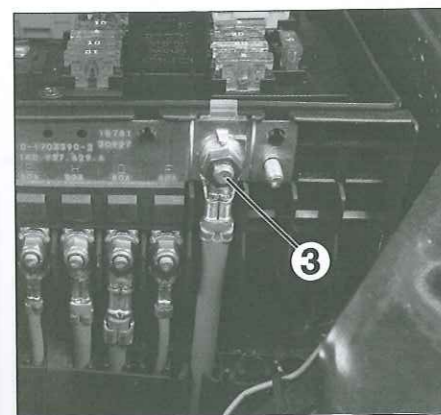

Fig. 76
• Desmontar el cable positivo (3) del motor de arranque a la altura de la placa (Fig.76).